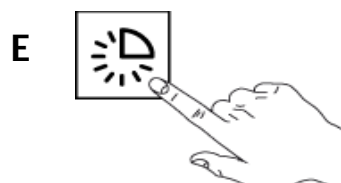

Fig.29
- 4- Appuyer le bouton "E" départ du cycle de lavage. Le voyant "F" s'allume. (Fig.29)